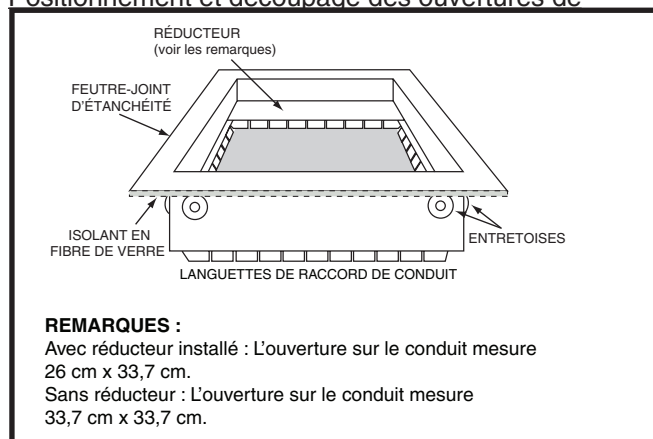

Figure 8. Raccord de conduit
- REMARQUE :** La fournaie peut être installée sur un plancher combustible avec des raccords de conduits approuvés par le fabricant (Figure 8). Cet accessoire fourni par l'usine doit être installé dans la cavité du plancher et fixé au conduit d'alimentation d'air avant l'installation de la fournaie à flux descendant.